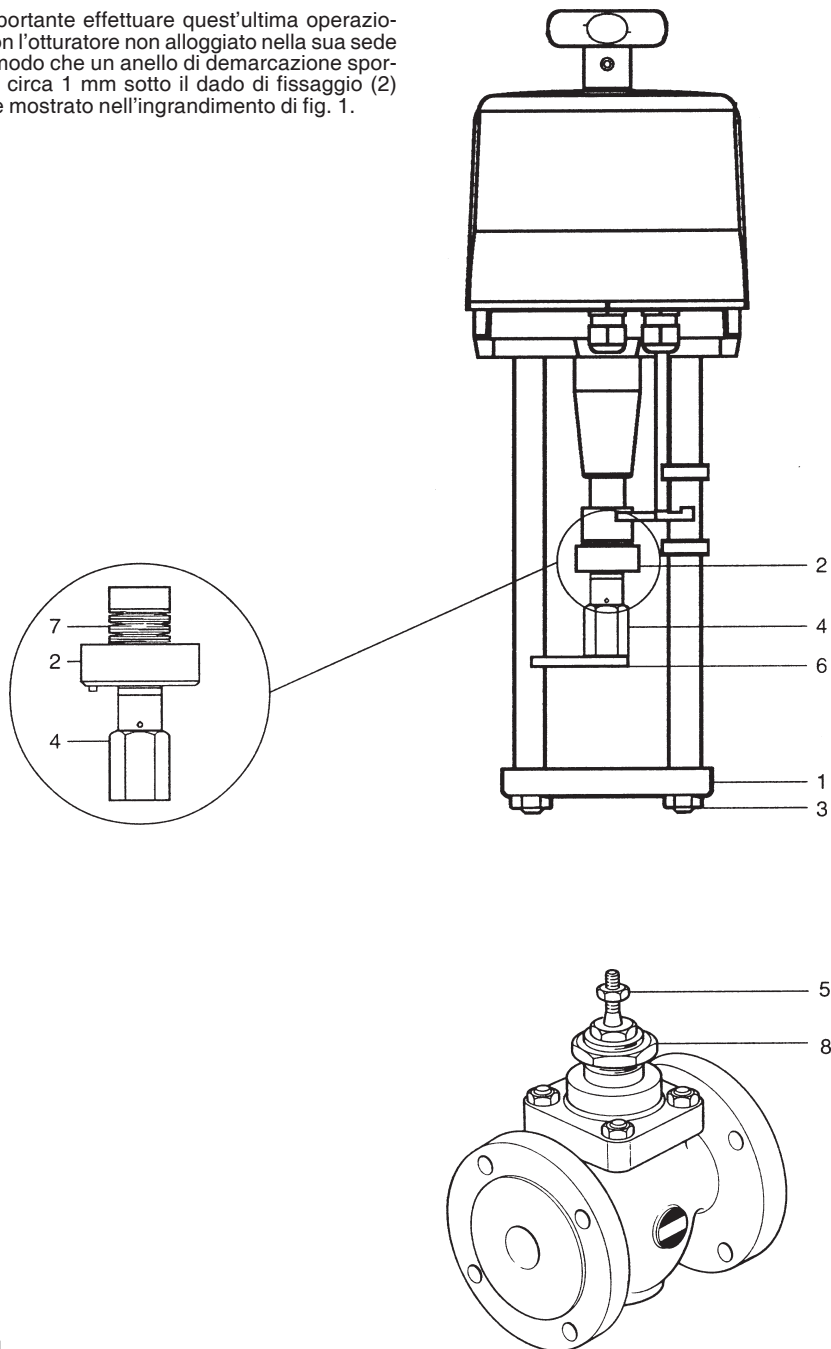

Fig. 1
2. Togliere il dado di ritegno dell'attuatore (8) dalla valvola e porre la flangia di montaggio sopra il filetto del cappello della valvola.
3. Riposizionare il dado di ritegno dell'attuatore (8) e stringere.
4. Togliere i dadi delle colonnine dell'attuatore (3) ed il pezzo di collegamento dello stelo (4). Usando il volantino ritrarre lo stelo dell'attuatore. (alzare)
5. Avvitare il dado di blocco dello stelo valvola (5) di 2 volte il diametro dello stelo stesso.
6. Abbassare la piastra anti-rotazione (6) sullo stelo della valvola. Avvitare senza stringere il grano incassato sulla parte inferiore dell'adattatore della valvola (2).
7. Avvitare il pezzo di collegamento dello stelo (4) sullo stelo della valvola finché esso tocca il dado di blocco o arriva ad un fermo (il primo dei due). Abbassare l'attuatore sulla valvola in modo tale che le spalle delle colonnine si posino ad angolo retto contro la flangia di montaggio.
8. Reinserire e stringere i dadi delle colonnine (3).
9. Usando il volantino, abbassare lo stelo dell'attuatore sul pezzo di collegamento finché rimangono visibili 2 mm delle molle a disco (7).
11. Avvitare il dado di ritegno (2) sullo stelo dell'attuatore stringendo a mano e fissare il grano incassato. Bloccare il dado di blocco dello stelo della valvola.
È importante effettuare quest'ultima operazione con l'otturatore non alloggiato nella sua sede e in modo che un anello di demarcazione sporga di circa 1 mm sotto il dado di fissaggio (2) come mostrato nell'ingrandimento di fig. 1.